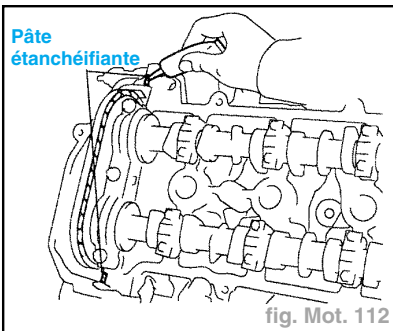

fig. Mot. 112
- Appliquer de la pâte étanchéifiante aux 2 endroits indiqués (fig. Mot. 112).